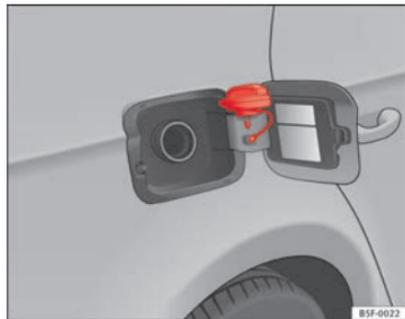

Fig. 151 Trappe à carburant avec bouchon fermé
- Placez le bouchon dans le logement se trouvant sur la charnière de la trappe à carburant ouverte ⇒ fig. 151.